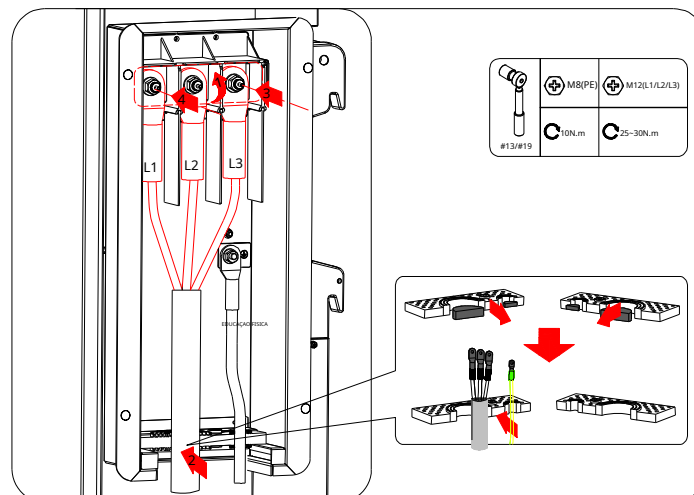

FIG 5-10 Conexão de cabos multipolares
2. Consulte a FIG 5-5 para descascar a bainha de isolamento do cabo e a camada de isolamento do fio central, a FIG 5-6 para processar núcleos de cabos e a FIG 5-7 para cortar anéis de vedação para cabos multicondutores. A conexão de cabos multicondutores é mostrada na FIG 5-10.